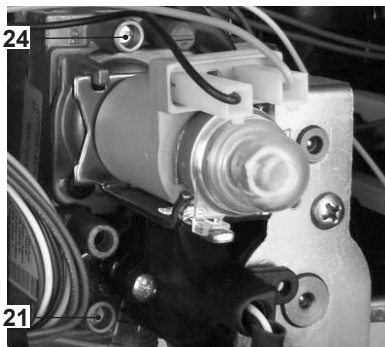

Fig. 7.1
- A caldaia spenta (fuori servizio), controllare la pressione di alimentazione utilizzando la presa 21 in Fig. 7.1 e confrontare il valore letto con quelli riportati nella tabella Pressioni di alimentazione gas nella sezione "Dati tecnici" pag. 22.
- Richiudere bene la presa di pressione 21 in Fig. 7.1.
- Aprire la presa di pressione 24 in Fig. 7.1 e collegare un manometro.